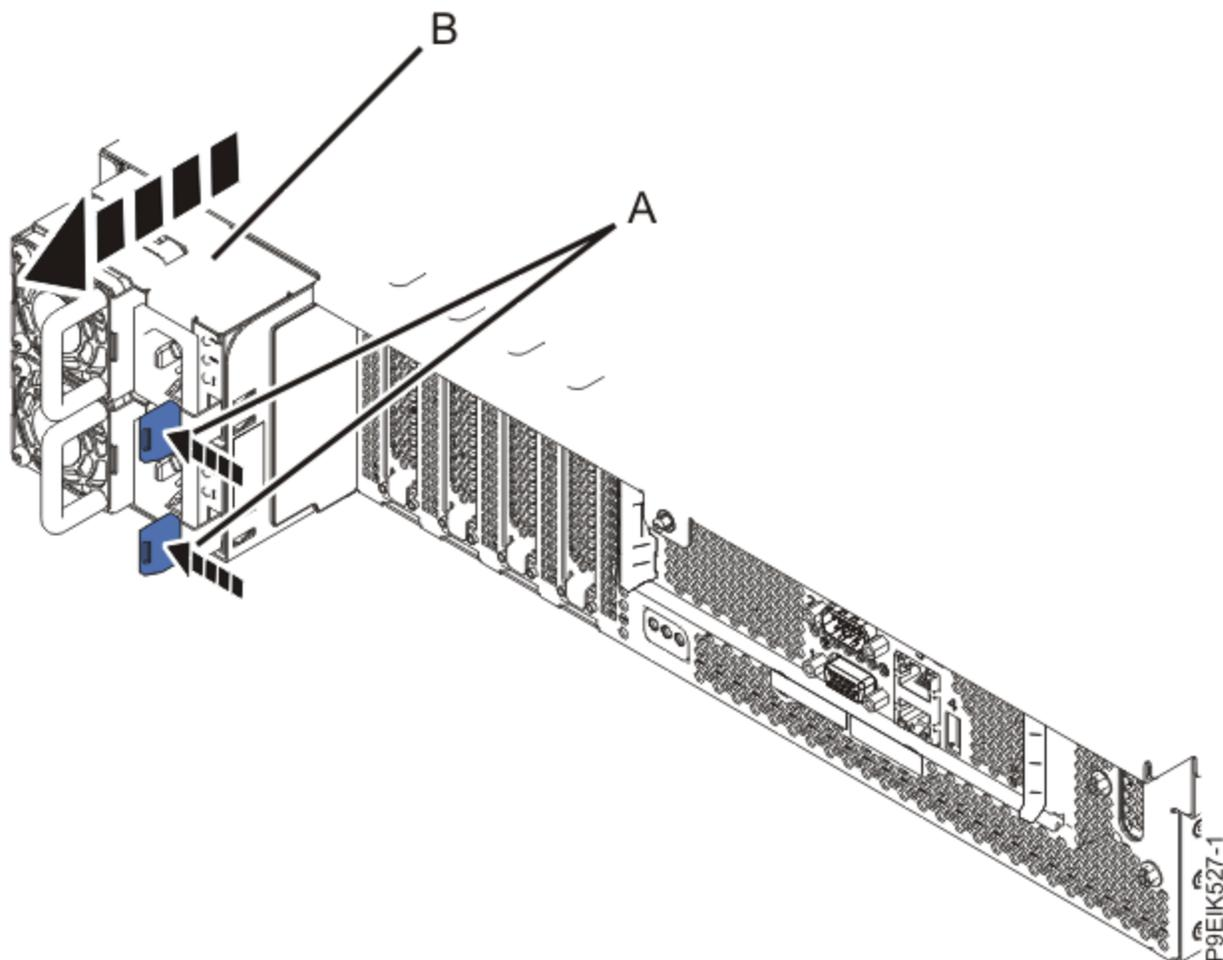

図 100. システムからの電源装置の取り外し
3. システムから電源装置を取り外します (115 ページの 図 100 を参照)。